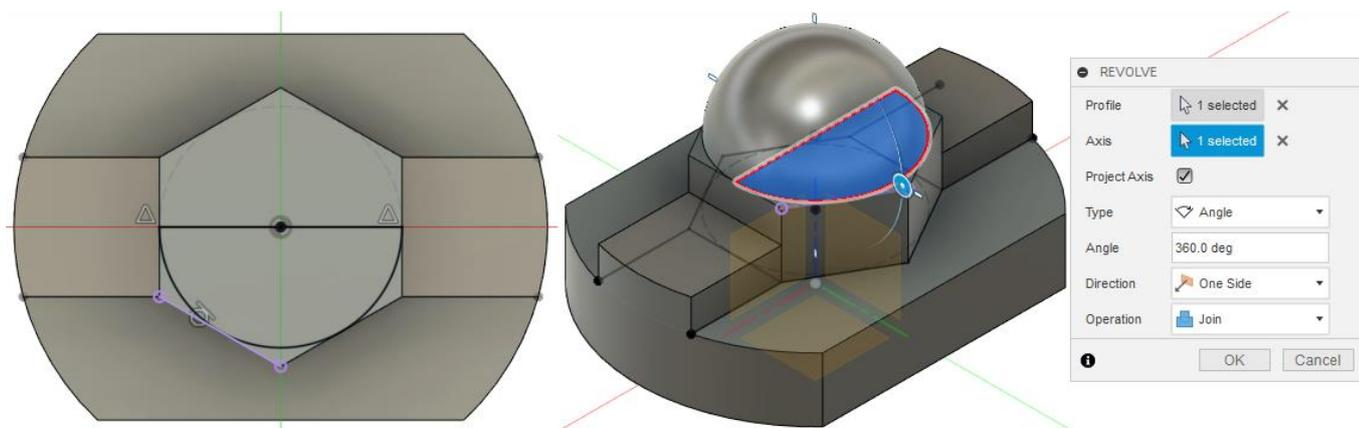

Рис. 4.8. Ескіз №3 та його обертання
3. На верхній грані шестикутника побудуйте ескіз (рис. 4.8). За допомогою інструмента Revolve оберніть створений ескіз навколо центральної лінії.